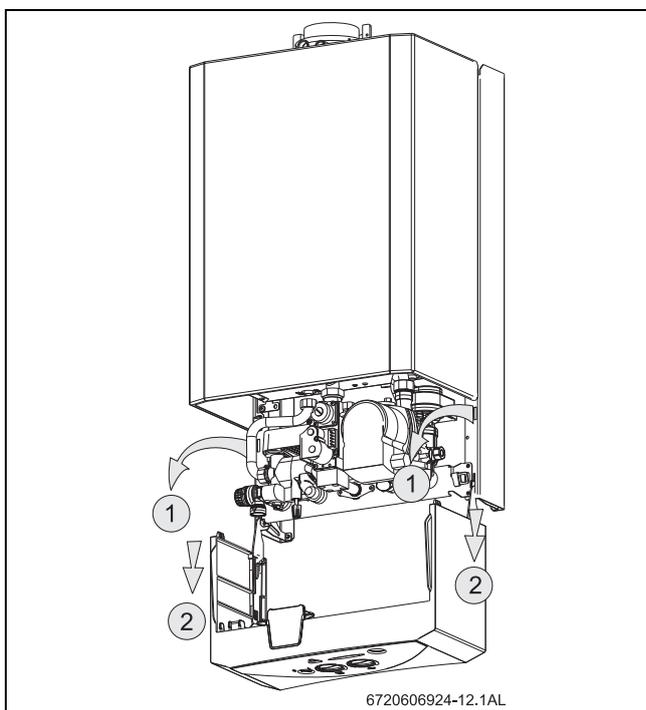

Fig. 11 Position de service
- Afin de pouvoir enlever complètement le tableau électrique, suivre les indications de la Fig. 11 puis le soulever et le sortir.